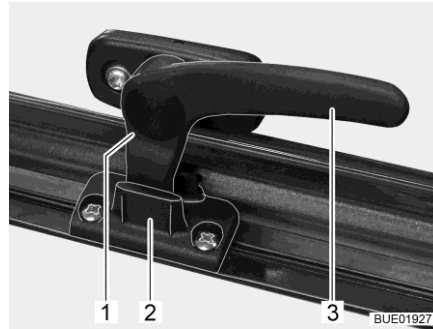

Bild 23 Verriegelungshebel (Stellung "Dauerbelüftung")
- in Stellung "Dauerbelüftung" (Bild 23)
- Den Verriegelungshebel (Bild 23,3) eine viertel Umdrehung zur Fenstermitte hin drehen.
- Den Verriegelungshebel eine viertel Umdrehung zum Fensterrahmen hin drehen. Die Verriegelungsnase (Bild 23,1) dabei in die Aussparung der Fensterverriegelung (Bild 23,2) einfahren.